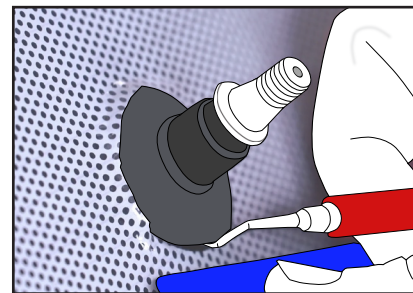

Figure 23
- › Soulever le caoutchouc avec le crochet HEXCROCH. (FIG. 23)